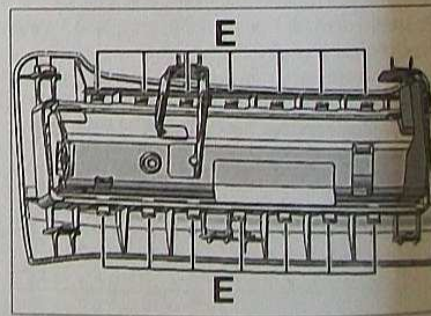

FIG. 9
Décliper le carter du module en (E) (Fig.9)